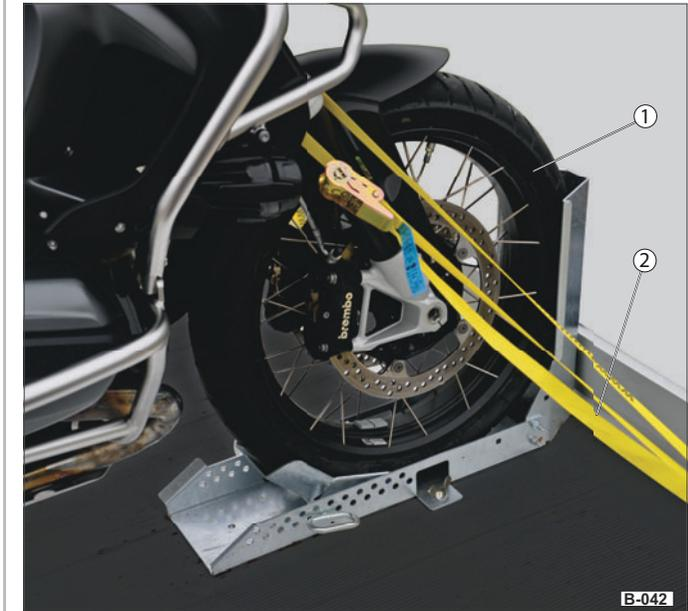

Abb. 38 Beispiel: Motorrad im Motorradständer positioniert
- Schieben Sie das Vorderrad (Abb. 38/1) des Motorrads bis zum Anschlag in den Motorradständer.
- Zurren Sie das Motorrad sicher nieder - benutzen Sie geeignete Zurrmittel (Abb. 38/2). z.B. Humbaur Zurrgurt-Set